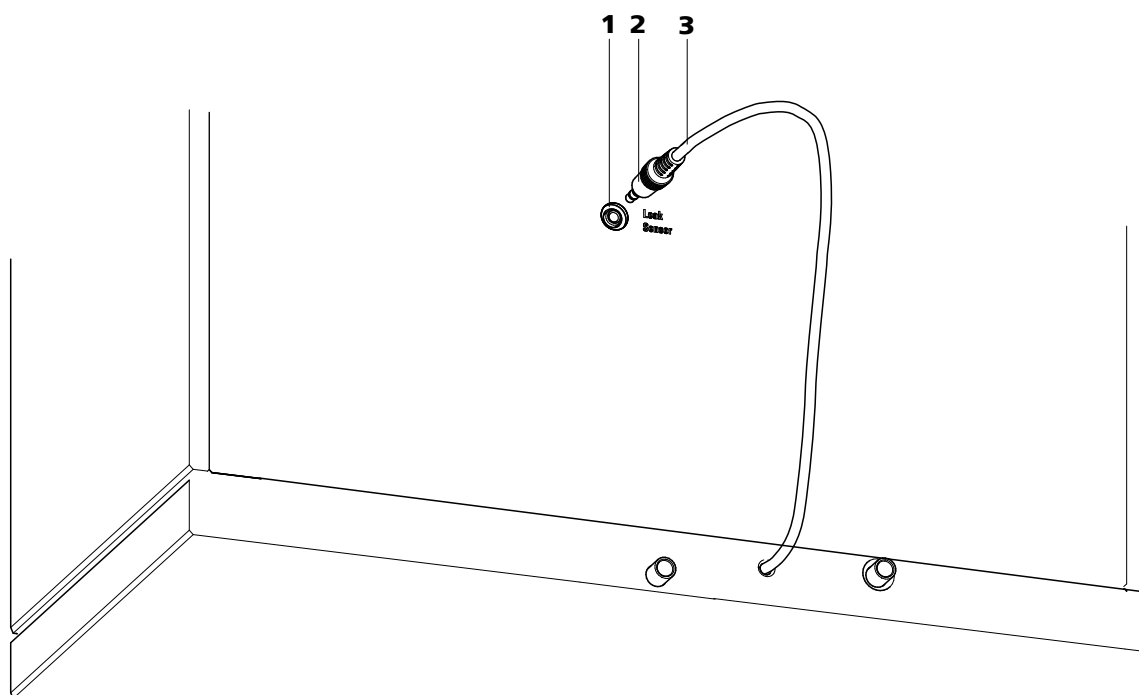

图6 仪器背面的泄漏传感器接口
- 1** 将漏液传感器的连接插头(6-2)插入仪器背面 (参见图6, 第19页) 的漏液传感器接口(6-1)内。